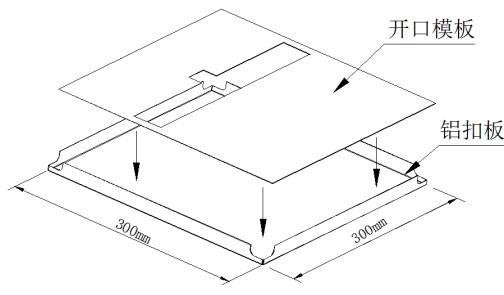

图2
- 取出随机附件中的铝扣板开口模板，将开口模板放进铝扣板里面，根据模板缺口将铝扣板切开相同的缺口，如图 2 所示。